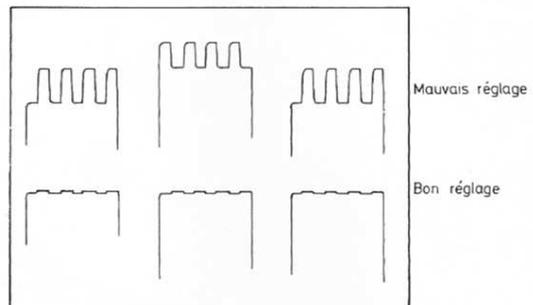

Fig. 3
- Brancher l'oscilloscope à travers une résistance de 47 KΩ sur la sortie rouge, picot 12 du TDA 3560 (601).
- Régler la bobine 622 pour éliminer le signal résiduel « bleu » (voir Fig. 3).